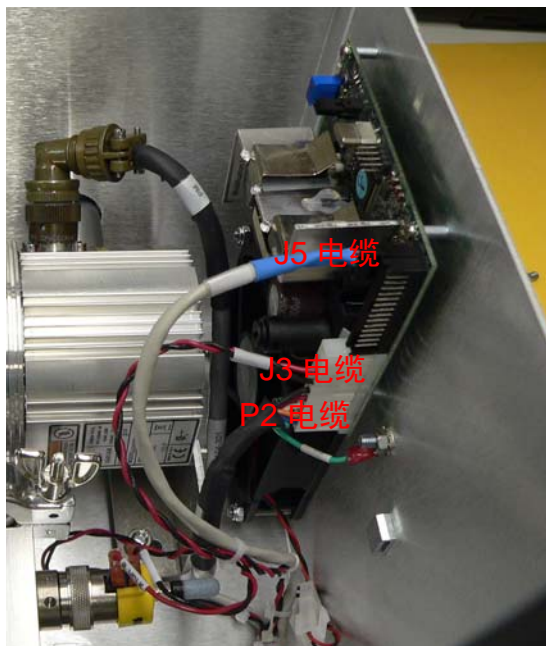

图 B-24 涡轮电路板的连接
4. 断开以下电缆（图 B-24）：
7. 重新连接以下电缆（第 B-17 “页图 B-24）：